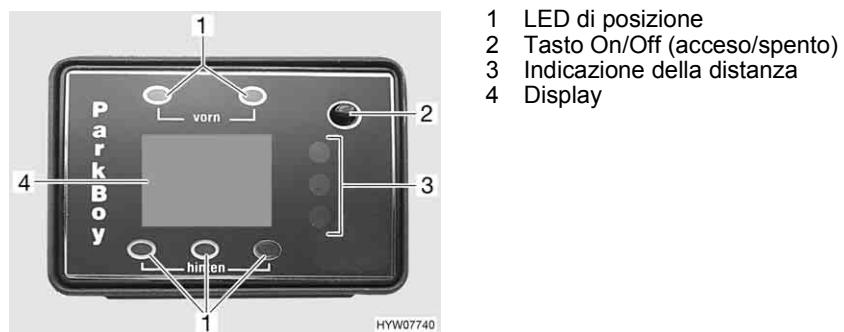

Fig. 10 Centralina di controllo del sensore di controllo distanza durante il parcheggio
Nella zona passeggeri, una centralina di controllo con display (Fig. 10) indica la distanza dall'ostacolo. Contemporaneamente viene emesso un segnale acustico come segnale di avvertenza.
- ▷ Quando si accende il motore, il sensore di controllo distanza durante il parcheggio effettua automaticamente un controllo del sistema. Tutti i diodi luminosi e i segmenti (barre del display) si accendono brevemente e viene emesso un segnale acustico (bip). Se - dopo il controllo del sistema - lampeggia il LED rosso dell'indicazione della distanza (Fig. 10,3) e viene emesso un segnale acustico d'allarme che si ripete velocemente, il sistema ha riconosciuto un difetto del sensore. Il sensore difettoso viene visualizzato sul display (Fig. 10,4).
- Premere il tasto On/Off (acceso/spento) (Fig. 10,2).
- Indipendentemente dal modo in cui è stato acceso, il sensore di controllo distanza durante il parcheggio può venire spento in qualsiasi momento mediante il tasto On/Off (acceso/spento) (Fig. 10,2).
Il display (Fig. 10,4) indica la distanza in passi di circa 5 cm. Il sensore indica sempre la distanza più breve rilevata. L'accendersi del rispettivo LED di posizione (Fig. 10,1) indica quale sensore ha effettuato la misurazione.
I tre diodi luminosi di colore diverso (Fig. 10,3) costituiscono il secondo modo di rilevazione. La successione dei colori da verde a giallo a rosso, segnala l'avvicinamento a un ostacolo.